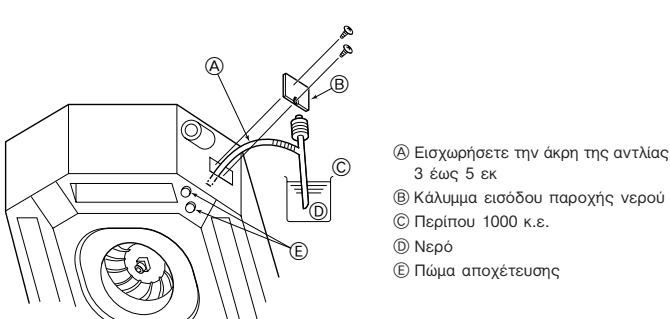

Fig. 6-2
6.1. Έλεγχος αποχέτευσης (Fig. 6-2)